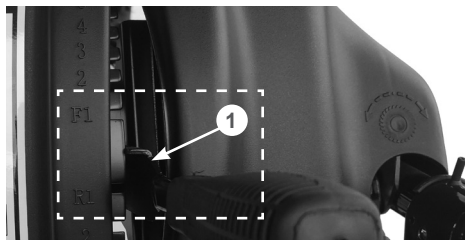

Рис. 15 Установка рычага в нейтральное положение
- установите фиксатор 1 рычага переключения передач точно посередине между положениями F1 и R1 на панели управления (между положениями первой передней и первой задней передач) (Рис. 15);